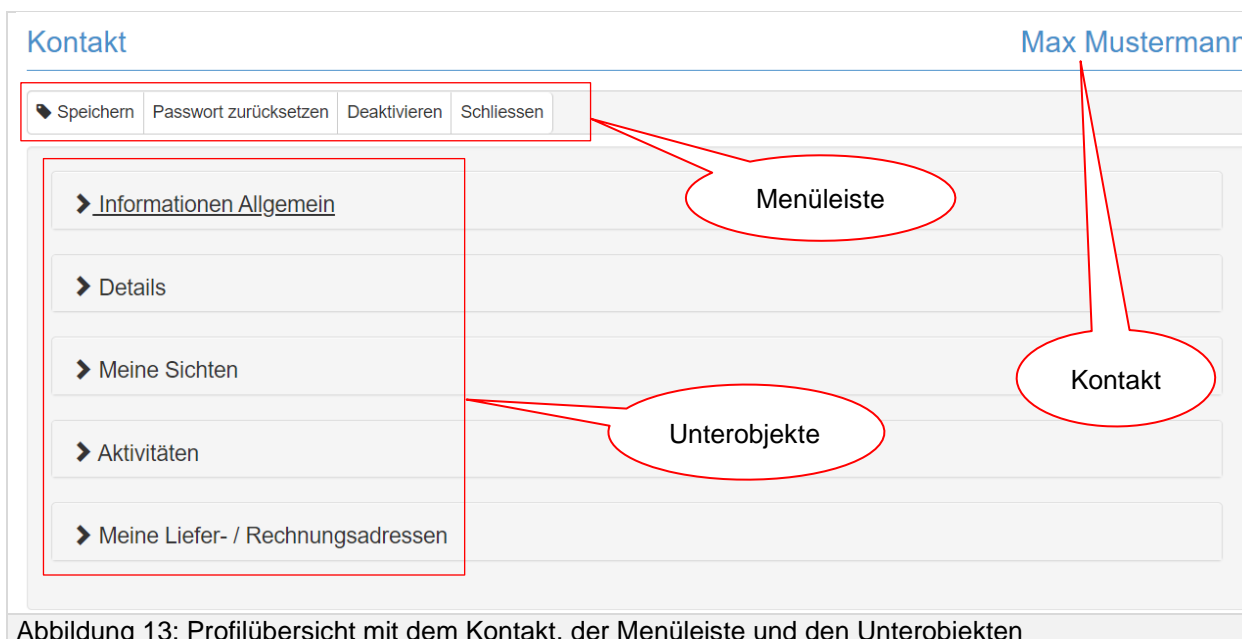

Abbildung 13: Profilübersicht mit dem Kontakt, der Menüleiste und den Unterobjekten
- Durch klicken auf „Profil“ öffnet sich ein Pop-Up Fenster mit dem Kontakt (aktueller Benutzer), der Menüleiste und den Unterobjekten. Die Übersicht ist in Abbildung 13 dargestellt.
Die Unterobjekte aus Abbildung 13 sind durch einfaches Klicken auf- und zuklappbar. Jedes Unterobjekt wird im Folgenden genauer erklärt.